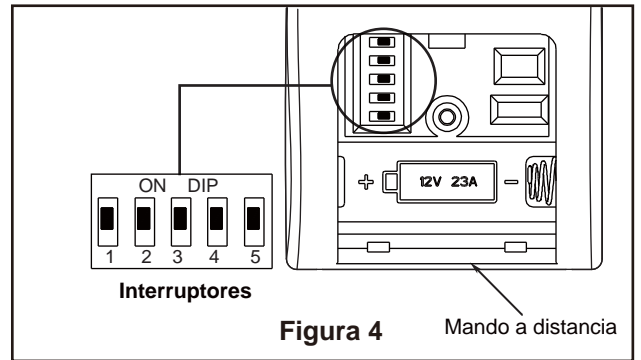

Figura 4
5. Para configurar el código de unidad del receptor. Deslice los interruptores de código a las mismas posiciones que en el transmisor. (Figura 4)
4. Asegure el vidrio en al ensamble de la placa de iluminación girándolo en el sentido de las agujas del reloj y sin apretar demasiado. (Figura 4)
4. Para configurar el código del mando a distancia, Mueva los interruptores de código hasta colocar el código de selección en la posición arriba o abajo. Con un destornillador pequeño o con una lapicera (no se incluye) deslice firmemente hacia arriba o hacia abajo. (Figura 4)